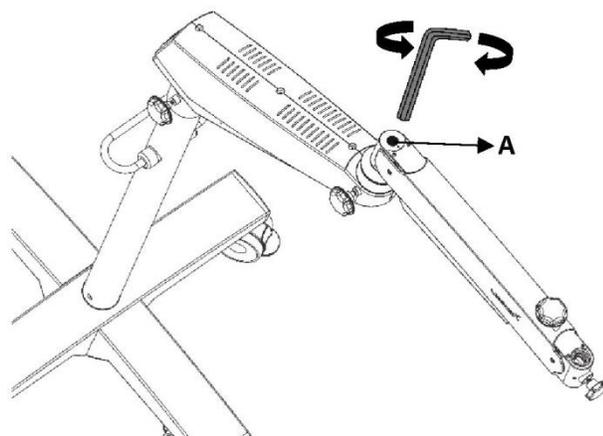

Fig. 23
- a. Use una llave Allen de 8 mm en el perno (A) que hace referencia a la Fig. 23. Gírelo en el sentido de las agujas del reloj para aumentar la tensión según lo desee. Gírelo en sentido antihorario para disminuir la tensión como lo desee.